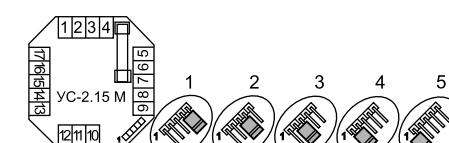

Рисунок 6.
ВНИМАНИЕ! Установка режимов работы осуществляется с помощью перемещения перемычки в необходимое положение (см. Рис.6). **Перемещать перемычку только при отключенном сетевом напряжении** (в противном случае режимы работы устройства не смогут быть установлены!).
- Установить перемычку в положение 1 (см. Рис.6).
- Установить перемычку в положение 2 (см. Рис.6).